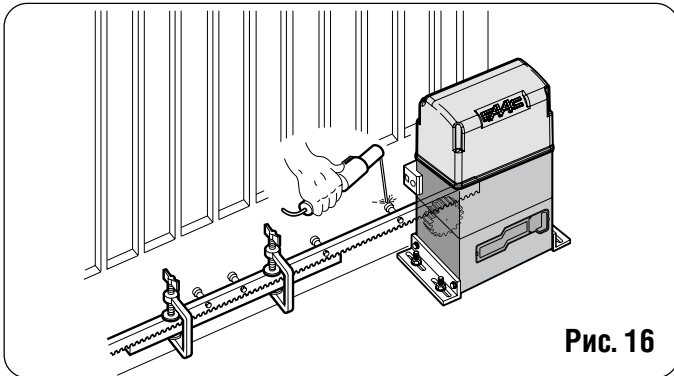

Рис. 16
5) Совместить вторую часть рейки с предыдущей с помощью отрезка рейки (как показано на рис. 16) для синхронизации обеих элементов.
5) Совместить вторую часть рейки с предыдущей с помощью отрезка рейки (как показано на рис. 16) для синхронизации обоих элементов.
4) Совместить вторую часть рейки с предыдущей с помощью отрезка рейки (как показано на рис. 16) для синхронизации зубьев обеих элементов.